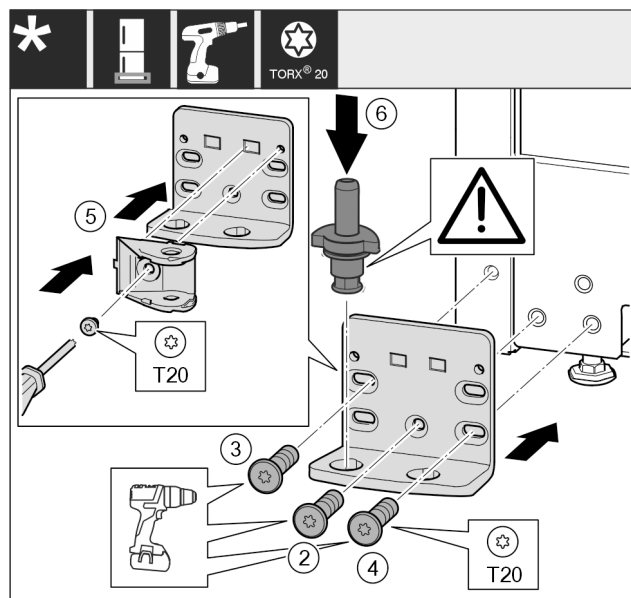

Fig. 49 *
- ▶ 将托架安装到另一侧，并借助螺丝刀旋紧。从底部中心的螺钉 Fig. 49 (2) 开始。*
- ▶ 拧紧螺钉 Fig. 49 (3) 和螺钉 Fig. 49 (4)。*
- ▶ 将关门阻尼器连接装置 Fig. 49 (5) 旋转 180°。用螺丝刀拧紧托架的另一侧。*
- ▶ 将轴承螺栓 Fig. 49 (6) 完全装入。同时注意止动凸轮需指向后方。*